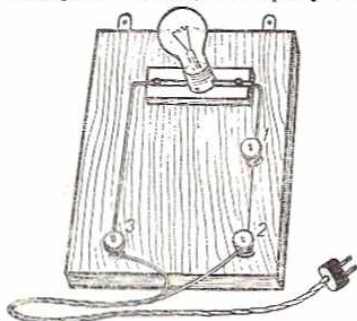

Рис. 162. Прибор для демонстрации действия плавкого предохранителя.
2. Прибор для демонстрации действия плавкого предохранителя и электропроводности различных материалов (рис. 162). На деревянной доске (200×260 мм) монтируют патрон, от которого к зажимам (клеммам) 1 и 3 подводят толстые провода. Плавкий предохранитель (тонкую свинцовую проволочку) присоединяют к клеммам 1 и 2. Ввинчивая в патрон электрические лампочки разной мощности, можно продемонстрировать действие предохранителя.